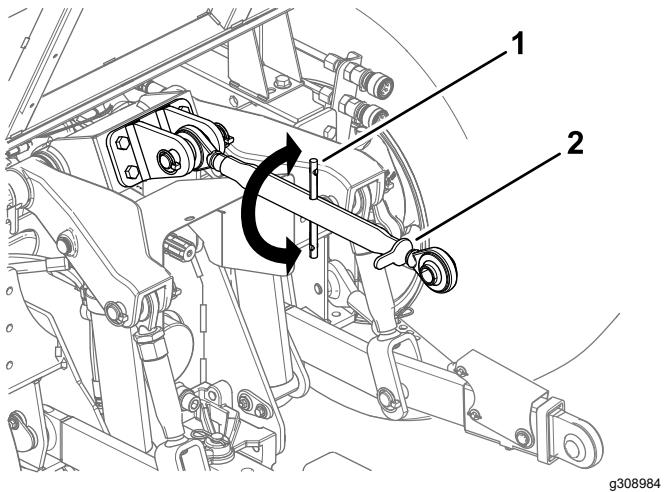

図 22
1. 上部リンクのジャムナットをゆるめる図 22。
3. ジャムナットを締める図 22。